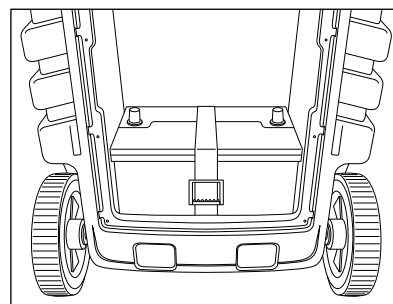

Fig. 2
- Retirer le panneau du bas du dos. (Se reporter à la figure 2.)
- Remettre le panneau arrière. (Fig. 2)